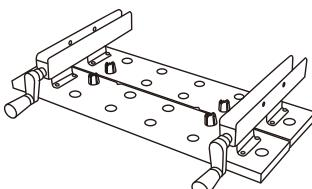

рис.1
- При помощи саморезов по дереву прикрепите опоры зажимной системы к панелям рабочего стола с внутренней стороны [см. рис.1]